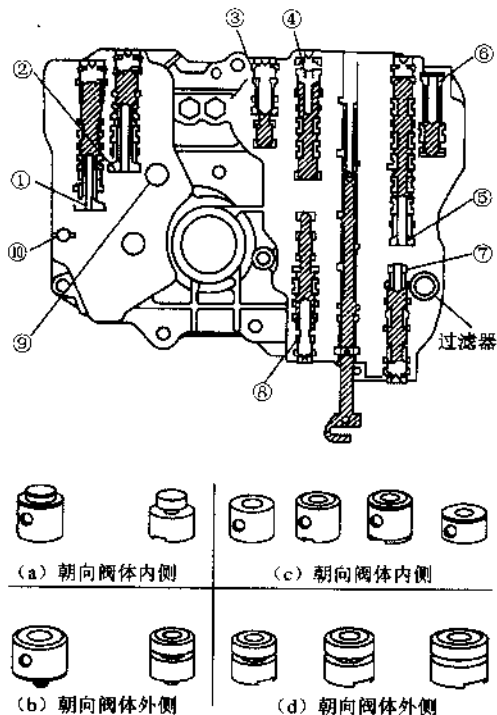

图 4.89 主阀体的组装
- (1) 对所有零部件加自动变速器油。
- (2) 用分解图中的图示方向安装滤清器。
- (3) 检查所有的阀是否移动自如, 如果有任何黏滞现象, 应进行阀体修理。
- (4) 阀弹簧的位置安装必须按图 4.89 和表 4.2 所示位置安装。
- ① 将阀栓、阀弹簧和阀帽装入阀体后, 再用阀帽夹固定。阀帽的安装应按图中所示的方法进行。
- ② 阀帽一端为凸头另一端为平头时, 安装时平头的一端朝向阀体内侧。
- ③ 阀帽两端都为凸头时, 安装时较小凸头的一端朝向阀体内侧, 小凸头端是弹簧导槽, 如图 4.89 (a) 所示。
- ④ 阀帽一端为凸头另一端为空心时, 安装时凸头的一端朝向阀体内侧, 凸头端是弹簧导槽。
- ⑤ 阀帽一端为凸头另一端为平头时, 安装时凸头的一端朝向阀体内侧, 凸头端是弹簧导槽, 凹槽部分是阀帽夹导槽, 如图 4.89 (b) 所示。
①~⑩—主阀体各弹簧 (见表 4.2)
- ⑥ 阀帽两端都为空心时, 安装时空心端都应朝向阀体外侧。
- ⑦ 阀帽一端为凹槽时, 安装时凹槽的一端朝向阀体内侧。
- ⑧ 阀帽两端都为平头, 中心有通孔时, 安装时较小孔的一端朝向阀体内侧, 如图 4.89 (c) 所示。
- ⑨ 阀帽两端都为平头并且阀帽中间为凹槽时, 安装时凹槽部分朝向阀体外侧, 如图 4.89 (d) 所示。